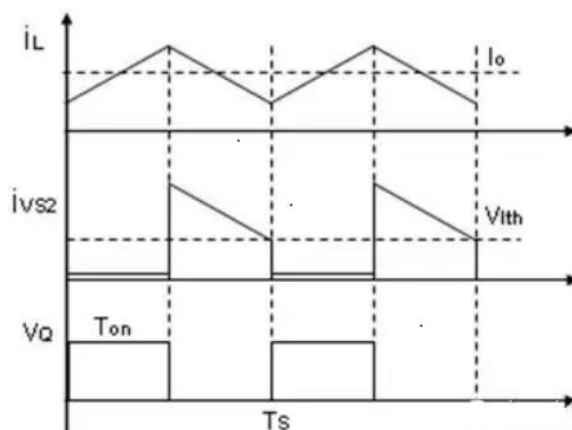

Figure 2
(2) 当高端开关管关断后,低端开关管导通,此时电感开始去磁,电感电流线性下降,同样,低端开关管的电流随着时间线性下降,电流检测电阻为低端开关管的导通电阻,所以电流检测信号的电压信号也线性下降,由于此时 V_c 低于 V_s , 电流比较器输出为低电平。高端开关管维持关断,而低端开关管维持导通。
(3) 当电流检测电阻的电压信号继续下降,直到 V_c 等于 V_s 时,电流比较器的输出翻转,从低电平翻转为高电压,逻辑控制电路工作,关断低端的续流开关管的驱动信号,高端的主开关管开通,同时送出触发信号给定时器,启动定时器工作。高端开关管导通后,电感开始激磁,电流线性上升,进入下一个周期,如此反复。如图 2 所示。